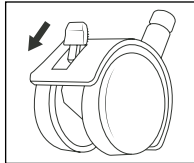

Fig. 6
- ◆ Tryk låsearmene på de to hjul **11** ned, når du har stillet produktet på det ønskede sted, så produktet ikke kører videre (se fig. 6).